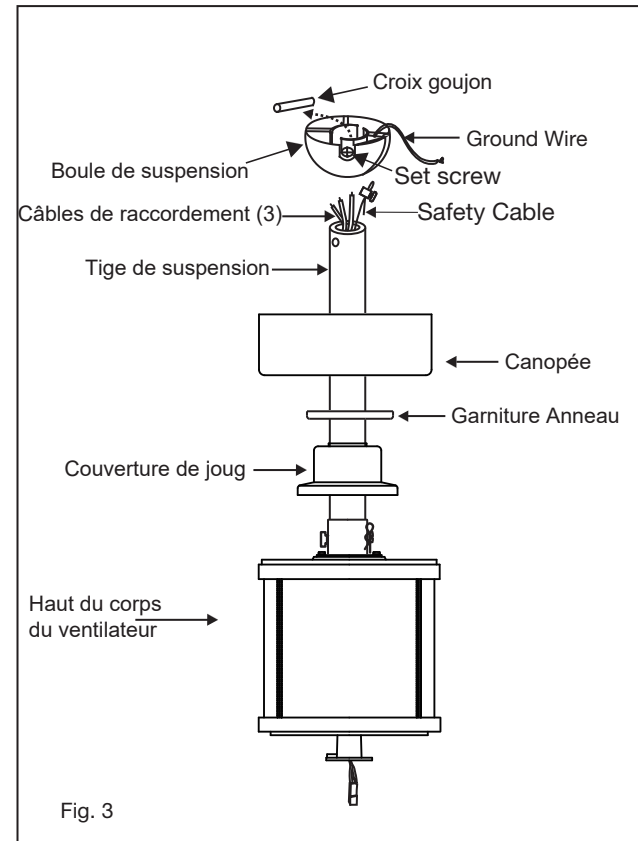

Fig. 3
- 1 Glissez le couvercle de joug, l'anneau de garniture et l'auvent sur la tige de suspension. (Fig. 3)
- 1 Retirez la plaque murale existante et l'ancien interrupteur de la boîte de prise murale. (Fig. 3)